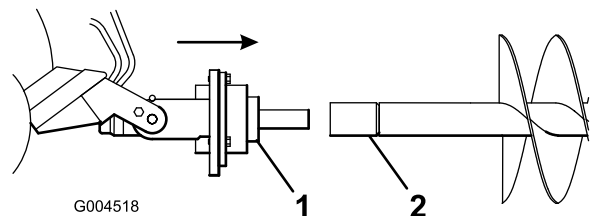

Figura 7
7. Manovrate l'albero motore all'estremità dell'albero della trivella o dell'estensione (se applicabile) (Figura 7).